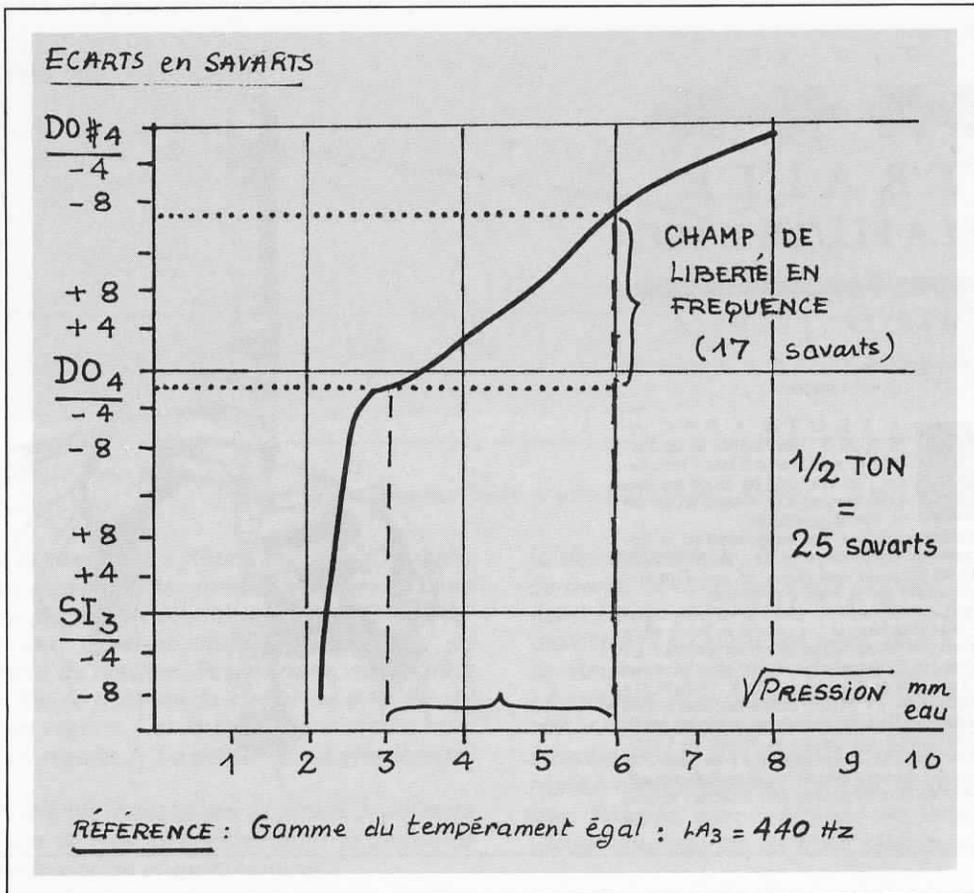

Fig 2 - Champ de liberté en pression d'une flûte à bec Alto
- d'autre part régler pour chaque note la hauteur, l'intensité, le timbre dans une large mesure. Le malheur est que toutes ces grandeurs sont liées entre elles de façon étroite. Ainsi, jouer plus fort entraîne inévitablement une montée de la fréquence, plus ou moins notable selon les instruments, mais qui existe toujours. La figure 2 le montre bien.